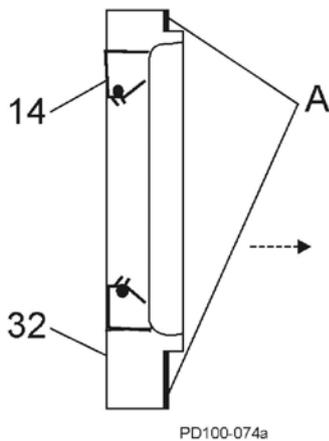

Abb. 57 Lagerhalter einbauen
18. Bestreichen Sie die Lagerhalter mit Silikondichtmasse (Abb. 57, Pos. A). (Es kann Gore-Tex® Dichtband bei silikonfreien Modellen genutzt werden.) Die Fettdichtung (Pos. 14) schließt bündig mit der Vorderseite der Lagerhalter ab. Bei den 030 Modellen wird die Fettdichtung gegen den Absatz auf dem inneren Durchmesser der Halterung stoßen.
19. Bauen Sie die Lagerhalter ein (Abb. 57, Pos. 32).